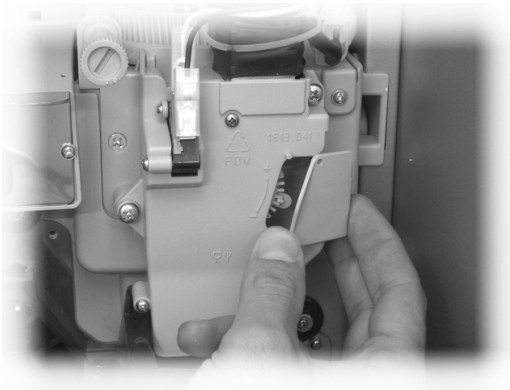

Abb. 48
- den Deckel abnehmen (Abb. 48).